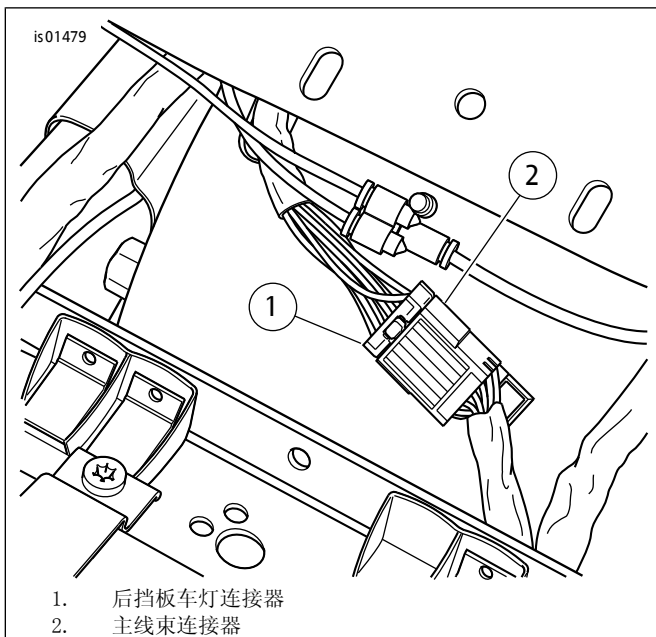

图1。典型后挡板照明连接器(图示为FLHTC车型)
1. 参见图1。找到从座椅下方区域的后挡板引出的后部线束。从主线束连接器(2)断开后挡板线路连接器(1)。